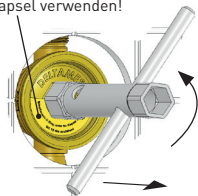

Bild 3 (Demontage Blindflansch)
- Lösen Sie den Blindflansch mit einem Steckschlüssel SW 22 (Bild 3). Prüfen Sie die Unterputz- oder Aufputzvormontage auf Verunreinigungen und säubern Sie diese bei Bedarf.